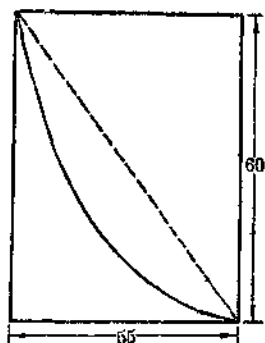

图 6
4. 滑板座: 将 60×55 [毫米]² 木板一块,沿对角锯成两个三角形,然后把两块木块迭在一起,如图 6 所示把斜边锯成